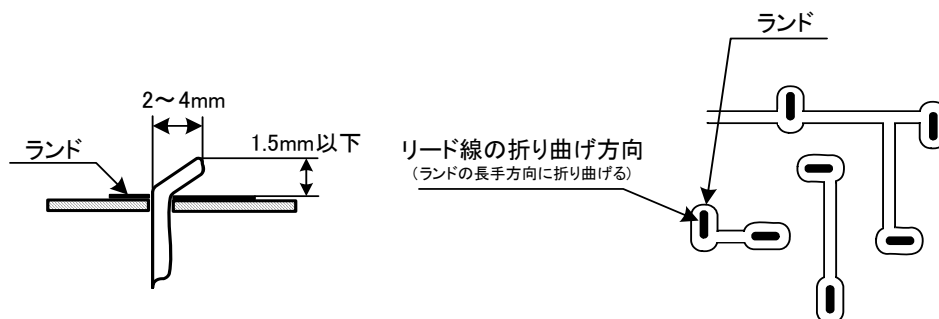

図 6
- ⑧ 以下の部品のリード線は、プリント基板に挿入した後、はんだ面にほぼ密着（部品に無理な力がかからないように）して折り曲げる。リード線の切断位置や折り曲げ方向は、図 6 に示すように処理する。